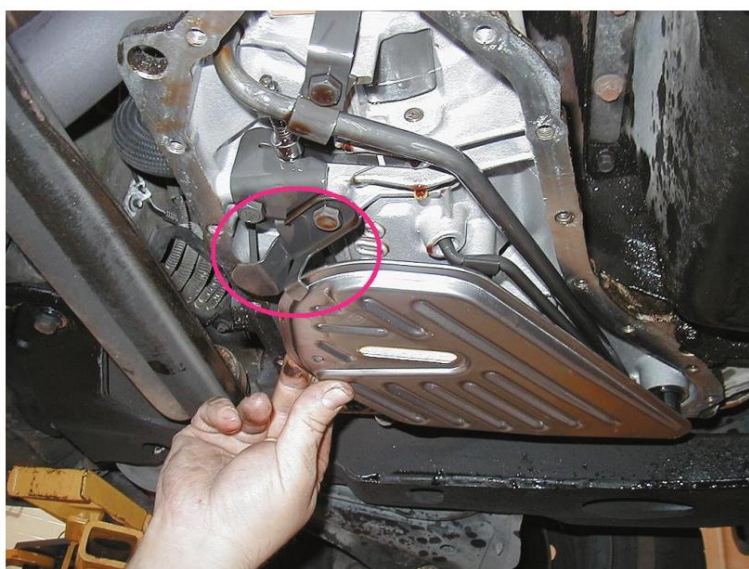

Figura 18. Instale el filtro y el clip de retención.
PASO 6 Instale un filtro nuevo con una junta o junta tórica nueva y apriete los pernos de montaje al par correcto, si corresponde. Algunos filtros utilizan un clip de retención. Figura 18.